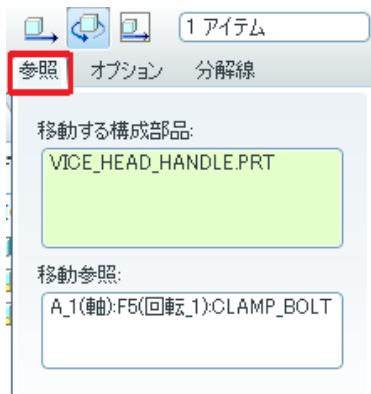

図 9-18 回転移動
- 回転移動はフィーチャーエッジ、フィーチャー軸、座標軸、平面法線を移動参照として部品を回転移動することができる。図 9-18 に示すようにダッシュボードの「参照」をクリックし